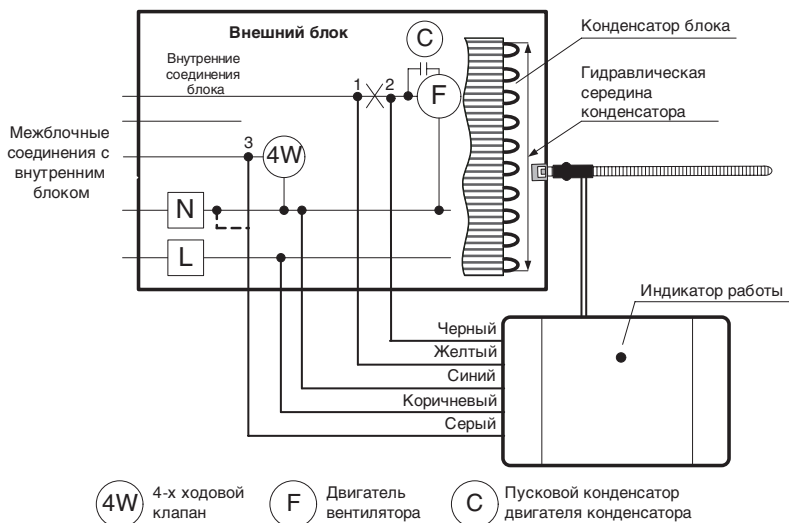

Рис. 7
3. Разрежьте провод питания вентилятора внешнего блока, как показано на рис. 7. Подсоедините желтый провод регулятора к точке 1, черный провод к точке 2.
- 4.2. При установке в блок «охлаждение – нагрев», 4-х ходовой клапан которого в режиме «охлаждение» обесточен, подсоедините серый провод к точке 3 (рис. 7).
- 4.3. При установке в блок «охлаждение – нагрев», на 4-х ходовой клапан которого в режиме «охлаждение» подается напряжение питания, подсоедините серый провод к точке 3 (рис. 7), снимите наклейку на задней крышке регулятора, перекусите проводочную перемычку на плате и восстановите наклейку.